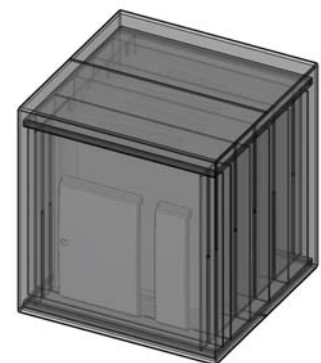

Abb. 2 - Verpackung der Keramikteile des Kaminofens Veld
- eine andere enthält die Keramikteile (Seitenwände und Frontblenden) Abb. 2 (die Kiste mit den Keramikteilen wird auf die Verpackung mit der Ofenstruktur positioniert).